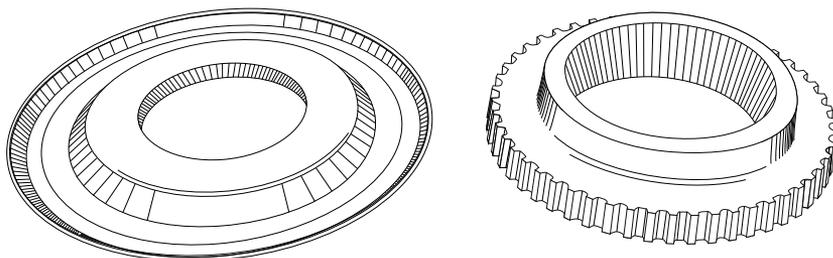

Рис. 2
2. Снимите со старого привода с крестовиной ротор АБС (при наличии) и грязезащитный кожух. (рис. 2)